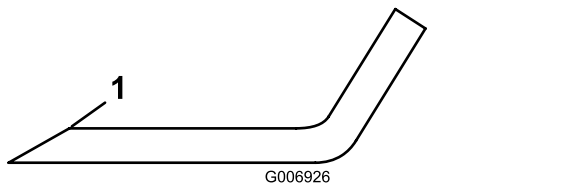

Figura 98
5. Inspeccione los filos de corte de todas las cuchillas. Afílelos si están romos o tienen mellas. Afile únicamente la parte superior del filo y mantenga el ángulo de corte original para asegurar un afilado correcto (Figura 98).
6. Si está romo o tiene desperfectos, afile únicamente el filo superior y mantenga el ángulo de corte original (Figura 98).